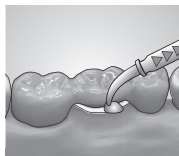

рис. 5
**Метод получения двойного оттиска:** Detaseal® antilock перед снятием оттиска нанести в области ретенций (рис. 5) и дать отвердеть. Перед следующим шагом проверить возможные места, мешающие снятию оттиска. Очистить, высушить и затем снять как обычно двойной оттиск.
**Метод получения коррегирующего оттиска:** Detaseal® antilock можно применять в предварительном оттиске. Для этого следует нанести материал в области поднутрений (рис. 5) и дать ему отвердеть. Перед снятием коррегирующего оттиска следует проверить как репозируется оттиск. В случае необходимости удалить места, мешающие репозиции оттиска. Очистить и высушить, а затем снять предварительный оттиск с основной массой. При последующем оттиске с коррегирующей массой избегать наслаивания материалов.